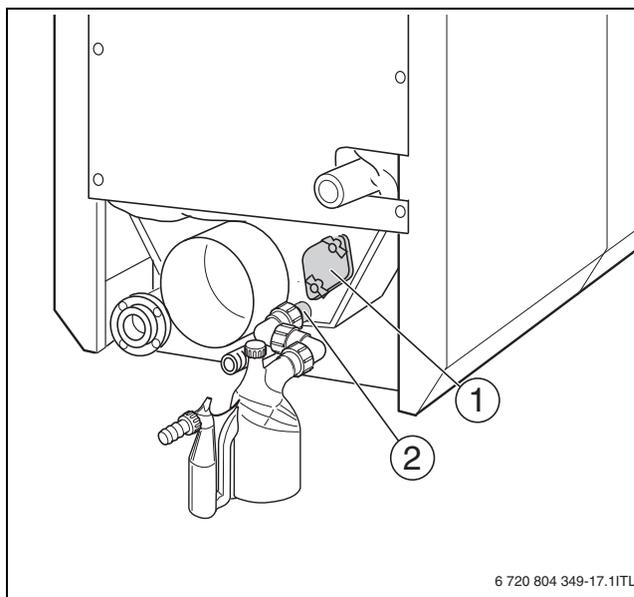

Bild 44 Reinigungsdeckel Abgassammler
- ▶ Kondensatablauf (→ Bild 44, Seite 42) beim Reinigen nicht verstopfen.